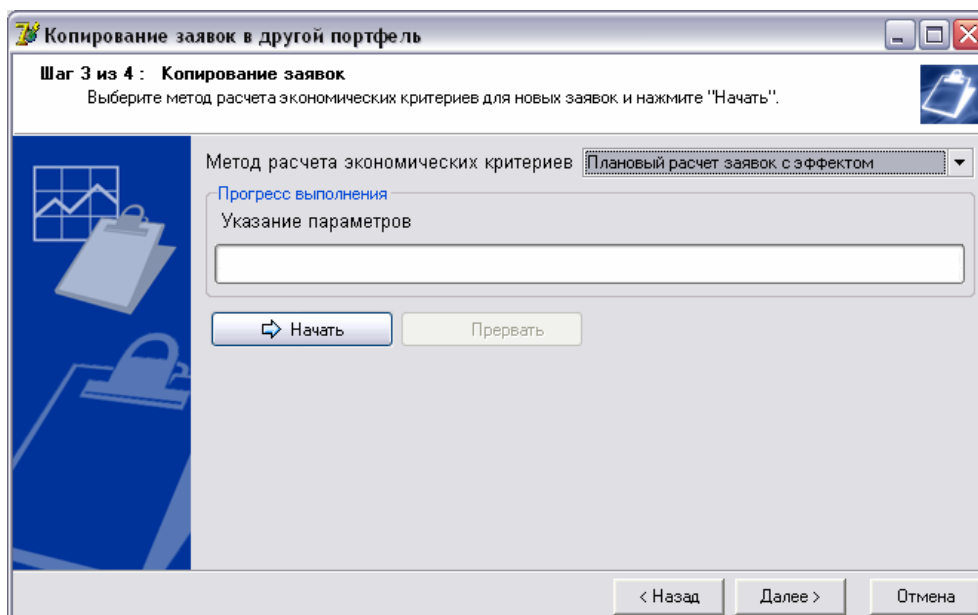

Рисунок 1.80.
5. На шаге 3 из 4 (рис.1.80.) выберите метод расчета экономических критериев и нажмите кнопку **Начать**. Запустится процесс копирования заявок. В экранной форме мастера показывается прогресс выполнения работы. При необходимости Вы можете прервать процесс выполнения, нажав кнопку **Прервать**.
6. После завершения копирования заявок на выделение инвестиций будет сформирован протокол копирования, в котором фиксируются ошибки копирования и время запуска и завершения копирования (рис. 1.80.). При необходимости Вы можете сохранить протокол копирования, нажав кнопку  Сохранить в файл.